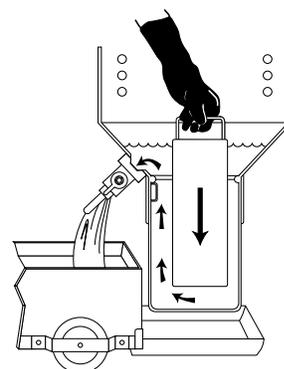

Abbildung 8
9. Drücken Sie den Verdrängungsbehälter nach unten in das Auffangbecken der Fritteusen, um das Fett im nach oben zu drücken, so dass es durch das Ablaufventil ablaufen kann (Abbildung 8).